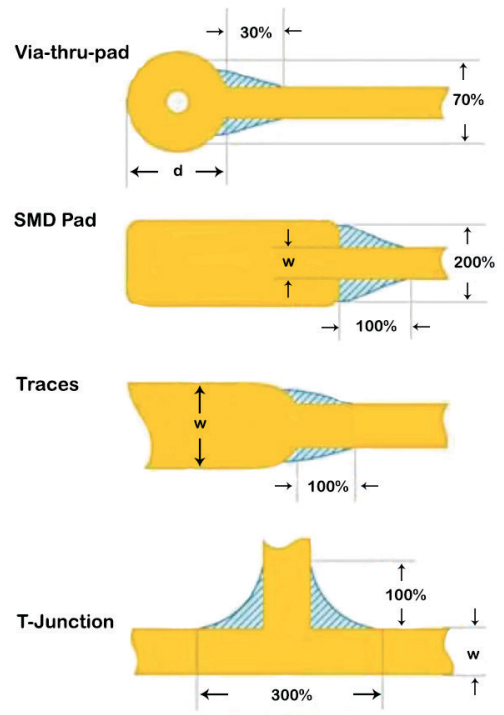

Figura 5: Le gocce aumentano la resistenza della traccia e migliorano l'elasticità.
2. Rinforzare le tracce e le vias con le Teardrops: Se non verificata, la piegatura del substrato può portare allo scollamento degli strati e a guasti di prodotto. Le tracce e le vias possono tuttavia essere rafforzate per prevenire lo scollamento. Sostituire le piazzole teardrops (Figura 5) con piazzole circolari. Le Teardrops aggiungono materiale, rafforzando la piazzola per prevenire lo scollamento. L'utilizzo di teardrops può anche produrre una migliore resa nella produzione, dando una maggiore tolleranza di perforazione.